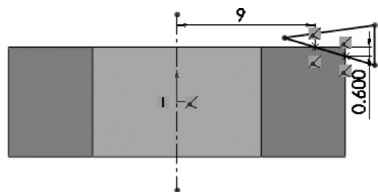

图 7-45 标注尺寸
**07** 标注尺寸。单击“草图”控制面板中的“智能尺寸”按钮，标注尺寸，如图 7-45 所示。